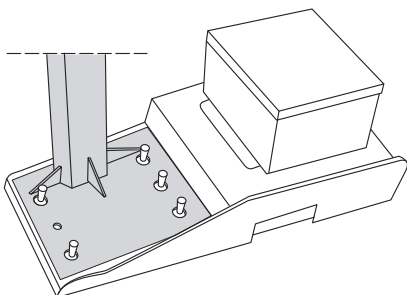

Figure 3
2. La tour peut maintenant être mise en position verticale avec l'aide de 2 personnes. Le chariot porte-film doit se trouver vis-à-vis de la plaque tournante. Alignez les trous à la base de la tour sur les 5 goujons filetés du cadre. (Voir Figure 3)